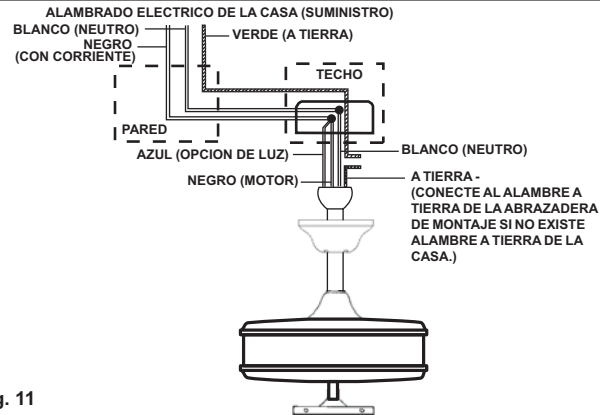

Fig. 11
Paso 1. Conecte el Alambre Negro (corriente ) de la caja de distribucion a los alambres negro y azul del ventilador. Conecte el alambre Blanco (neutral) de la caja de distribucion con el alambre blanco del ventilador (Fig. 11).